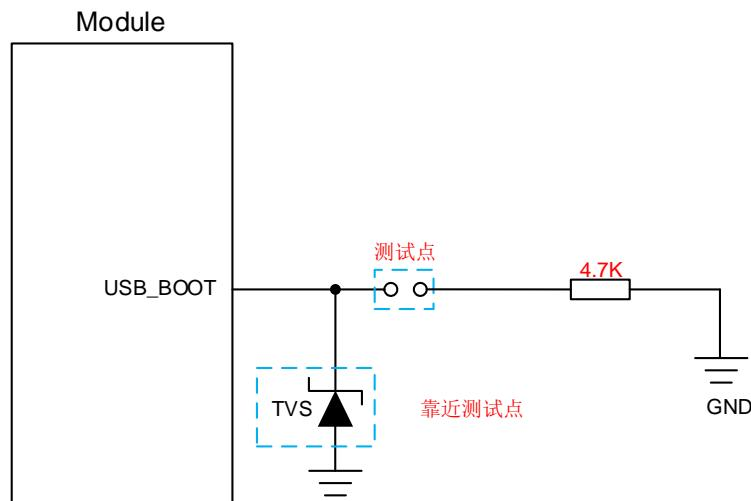

图 18: USB\_BOOT 参考设计电路图
- 使用 MCU 控制模块进入紧急下载模式时需按照如上时序图进行控制, 如需手动进入紧急下载模式, 请按照图 18 所示短接测试点即可。